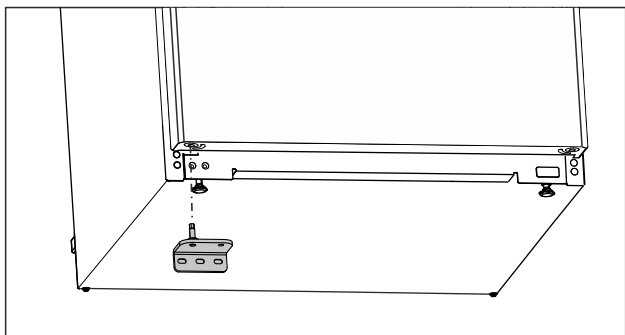

Fig. 25
- ▶ Helyezze be az alsó csapágybakot az ellenkező oldalon. (lásd Fig. 25)